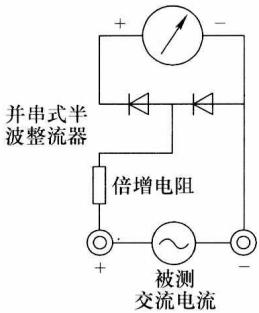

图 1-11 交流电压测量原理图
(3) 交流电压测量原理 如图 1-11 所示，因为表头是直流表，所以测量交流时，需加装一个并、串式半波整流电路，将交流进行整流变成直流后再通过表头，这样就可以根据直流电的大小来测量交流电压。扩展交流电压量程的方法与直流电压量程相似。